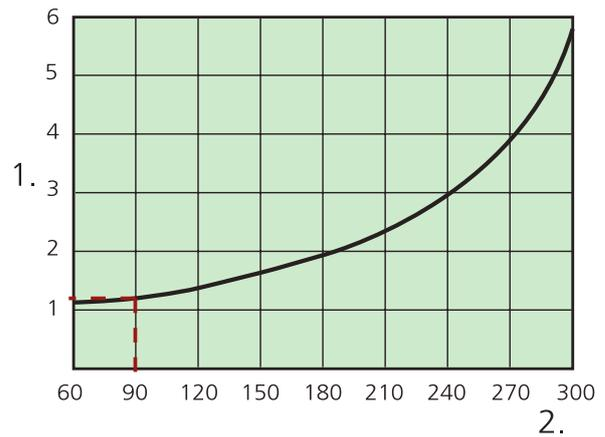

Abbildung 2. Korrekturfaktor für Ablenkung.
- dB(A) gilt für normalgedämpften Raum (4 dB Raumdämpfung).
- Bezüglich des Korrekturfaktors für abgeblendetes Strahlprofil, siehe Diagramm und Beispiel zuletzt nach den Auslegungsdiagrammen. Siehe Abbildung 2.